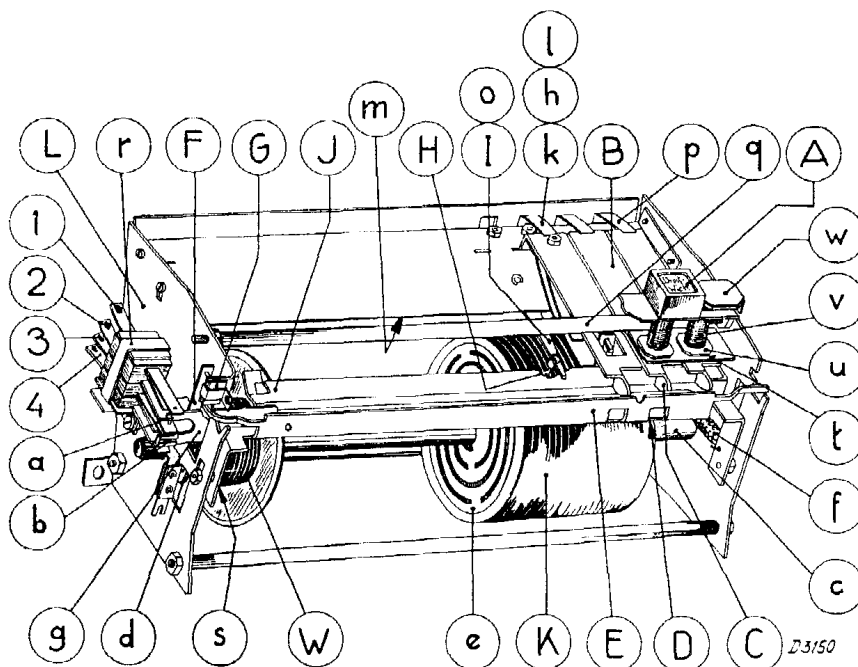

Fig. 11
En appuyant sur le bouton A (fig. 11) la touche dure B est enfoncée et arrêtée car le nez rond C tombe dans l'ouverture carrée D de l'étrier E. Cet étrier est d'abord poussé vers l'avant par C pour retomber sur C. Le fait d'enfoncer le bouton dur provoque la compression du ressort monté sous celui-ci, par l'intermédiaire du doigt I, l'importance de cette compression étant déterminée par la limite d'enfoncement de la pointe d'arrêt H du doigt I dans la rainure du disque sélecteur. L'étrier J avec les cames a et b, qui y sont reliées est enfoncé d'une façon analogue par l'étrier I qui porte la pointe H, de ce fait, soit le ressort 3, soit le ressort 4 forme contact avec la came b (voir également sur les feuillets marqués A et sur le schéma de principe). En raison de la rotation du moteur le pignon M (fig.
12) va vers la gauche, (voir la flèche). Ce déplacement provoque le court-circuitage du groupe de ressorts N et le couplage entre M et O. Le pignon R, monté sur l'arbre avec disque O entraîne la roue d'engrenage Q. Par l'intermédiaire du ressort S, il existe un couplage par pression entre Q et l'arbre R, qui provoque la rotation de l'arbre principal des disques sélecteurs et également celle du condensateur variable par l'intermédiaire des engrenages U et V. Si la petite pointe d'arrêt H (fig. 11) vient à se loger dans un trou des disques sélecteurs, ceux-ci sont alors immobilisés. Ces disques et leur arbre sont directement couplés à l'arbre principal, par l'intermédiaire d'un accouplement par pression, (ressort W), donc également au condensateur.
2. Enlever le petit chapeau du groupe de ressorts r (fig. 11) (un petit bouton).
Pour les poussoirs 1 et 14, il est possible d'ajuster la petite barrette de la touche dure B (voir fig. 11) en la tordant.